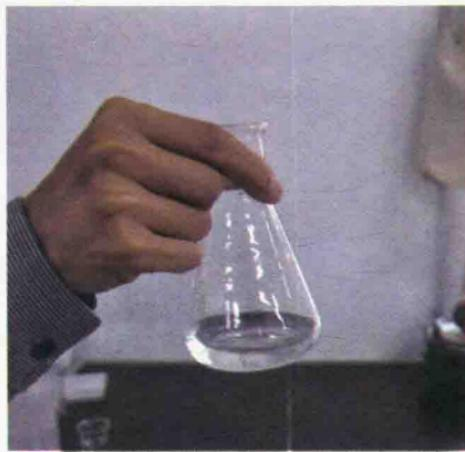

图 1.3.5 揆匀
3) 摆动混匀：一般用右手大拇指、食指及中指握住靠近锥形瓶颈的倾斜部位作旋转揆动（见图 1.3.5），不要前后或左右揆动，更不能上下振动，瓶口尽量保持在原位。